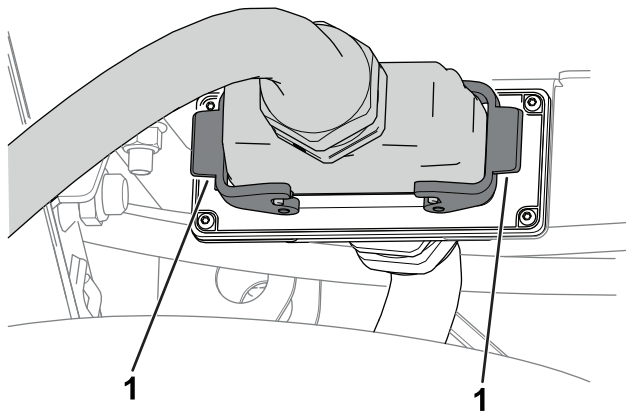

Figura 6
- Utilice los cierres del conector de la máquina para afianzar la conexión (Figura 6).